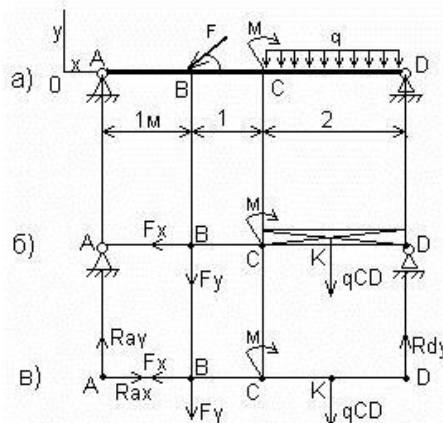

Рис.7
Пример 1. Определить реакцию опор балки (рис. 7, а).
1. Изобразим балку с действующими на нее нагрузками (рис.7,а)
Равнодействующая q_{CD} равномерно распределенной нагрузки, приложенная в точке пересечения диагоналей прямоугольника (рис.7,б), переносится по линии своего действия в середину участка CD , в точку K .
4. Освобождаем балку от опор, заменив их опорными реакциями (рис.7,в)